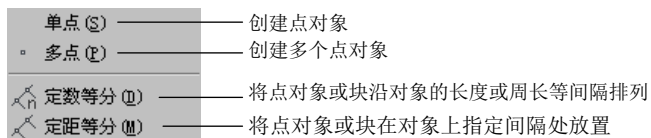

图 2.5.2 绘制点对象下拉菜单
Step2. 选择下拉菜单 **绘图(D)** → **点(P)** → **单点(S)** 命令, 如图 2.5.2 所示。